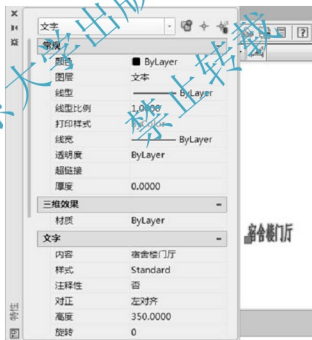

图 3.15 利用【对象特征管理器】修改文字
(1) 执行菜单栏中的【修改】|【特性】命令，或单击【标注】工具栏上的  图标（快捷键 PR），打开【对象特征管理器】。
(2) 在无命令的状态下单击选择“宿舍楼门厅”，此时【对象特征管理器】内左上方下拉列表框内出现【文字】选项，并且在【对象特征管理器】中罗列出单行文字“宿舍楼门厅”的特性描述，如图 3.15 所示，包括【样式】、【高度】、【内容】等，在这里可对其进行所有特性进行修改。